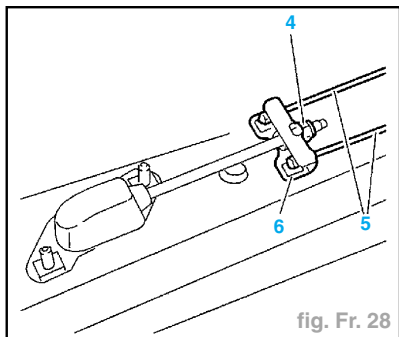

fig. Fr. 28
- Serrer l'écrou (4) jusqu'au serrage des freins arrière (fig. Fr. 28).
- Vérifier que les deux câbles secondaires (5) sur le palonnier (6) se déplacent ensemble.
- l'écran thermique (2),
- les 4 vis de maintien (1).
- Pour les véhicules avec pot de détente (3), accoupler la ligne d'échappement en "a" et "b".